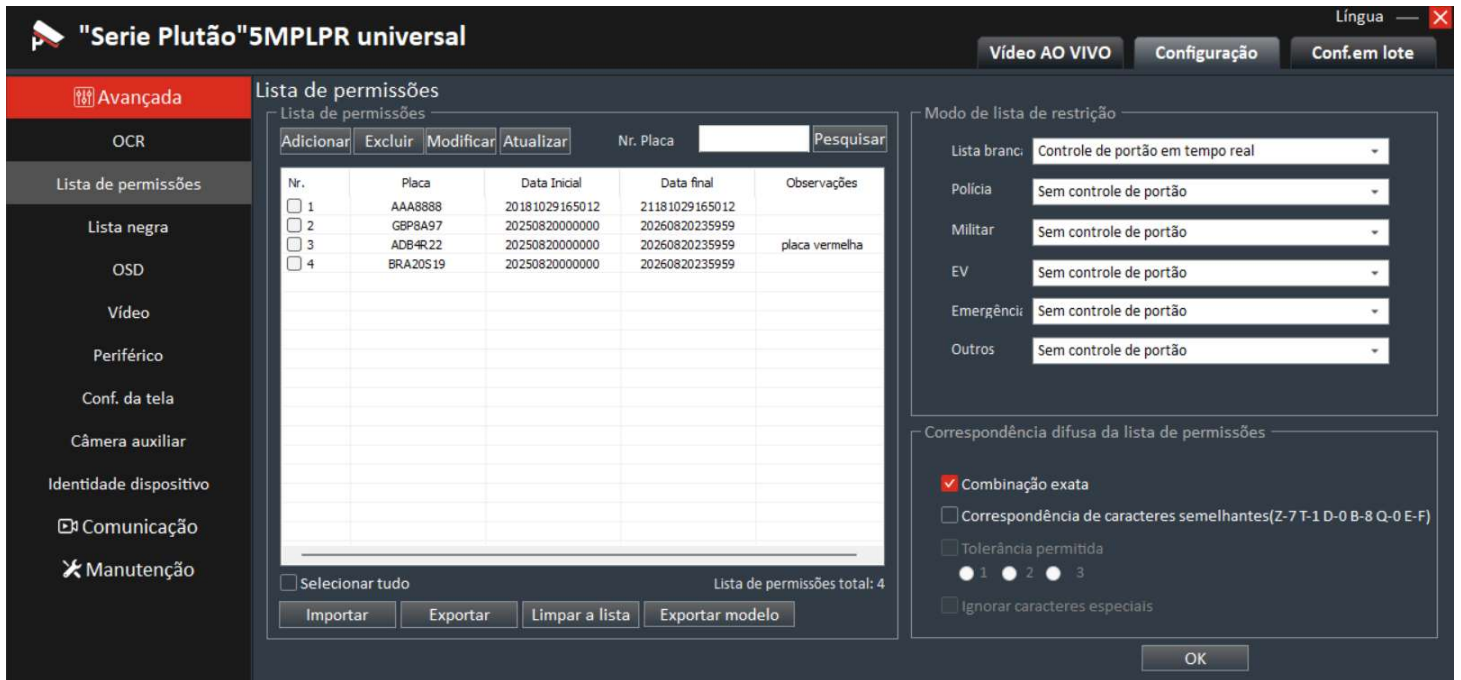

Figura 28 - Lista de permissão
**Configuração → Avançada → Lista de permissões.** Veja a Figura 28: